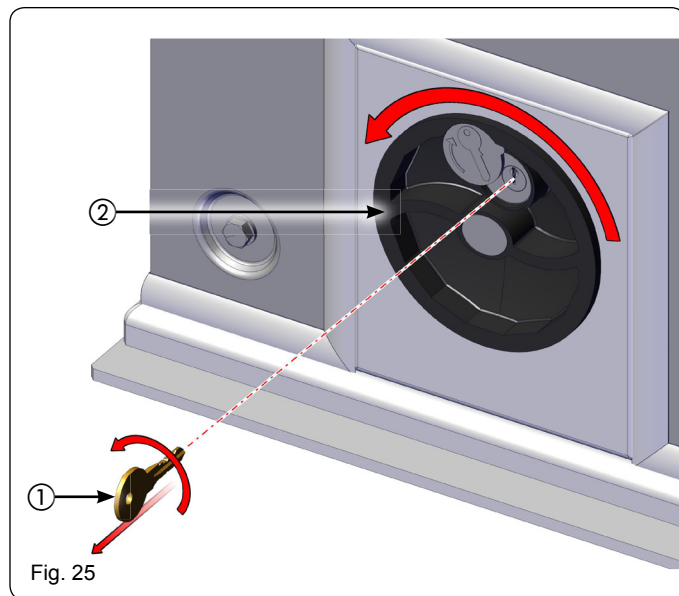

Fig. 25
1. Ruotare il sistema di sblocco in senso antiorario sino al suo arresto (Fig. 25 rif. ②).
2. Ruotare la chiave in senso antiorario ed estrarla dalla serratura (Fig. 25 rif. ①).